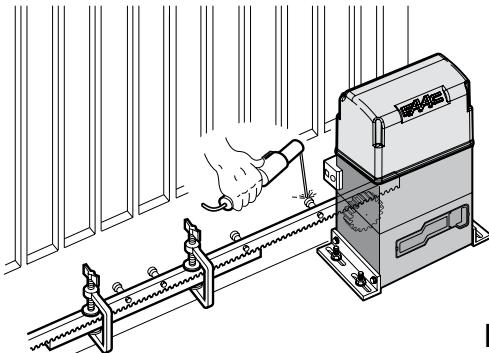

Рис. 16
5) Совместить вторую часть рейки с предыдущей с помощью отрезка рейки (как показано на рис. 16) для синхронизации обеих элементов.